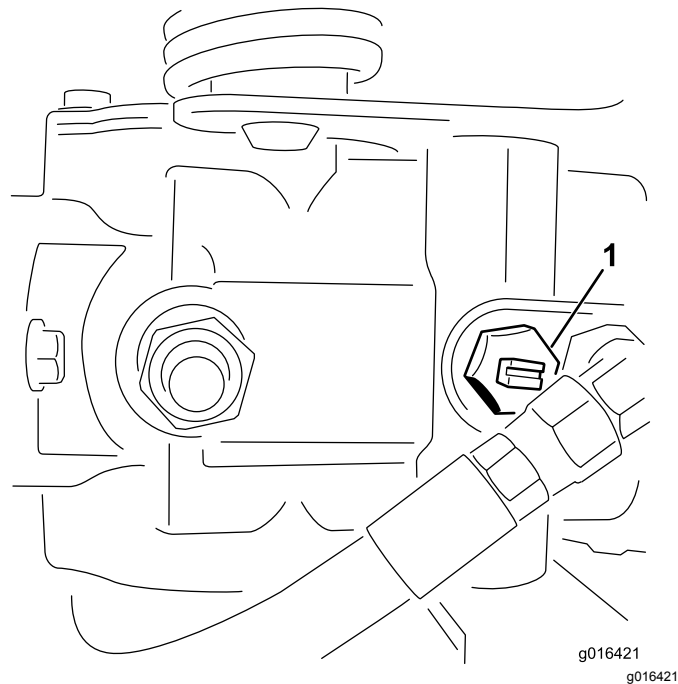

Рисунок 33
1. Найдите на насосе перепускной клапан и поверните его так, чтобы паз был вертикален (Рисунок 33).
2. Перед запуском двигателя закройте перепускной клапан, повернув его так, чтобы паз находился в горизонтальном положении (Рисунок 33).